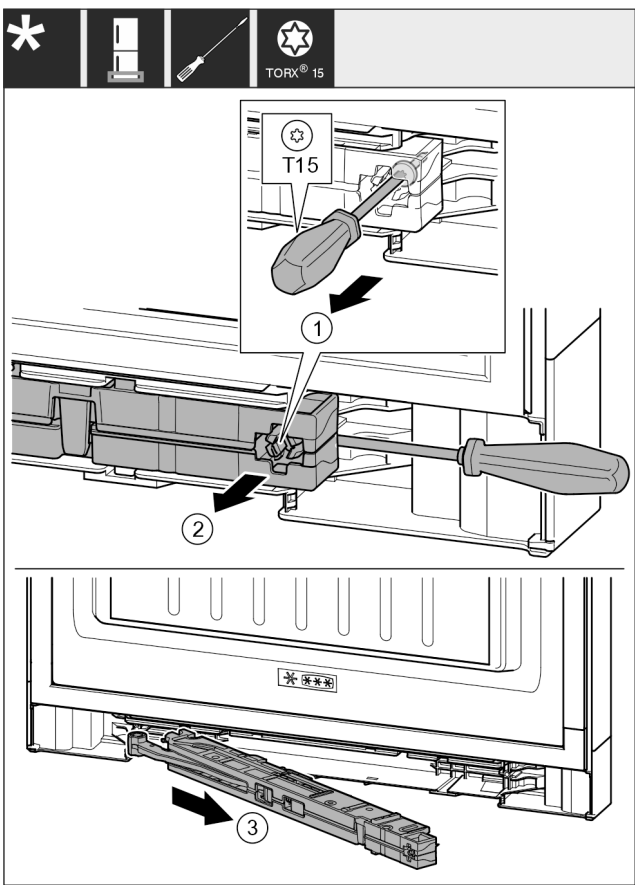

Fig. 17
- ▶ 用 T15 螺丝刀将减震器单元上的螺钉松开约 14 mm。 Fig. 17 (1)
- ▶ 将螺丝刀移向把手侧关门阻尼单元的背面。向前旋转单元。 Fig. 17 (2)
- ▶ 拉出单元。 Fig. 17 (3)